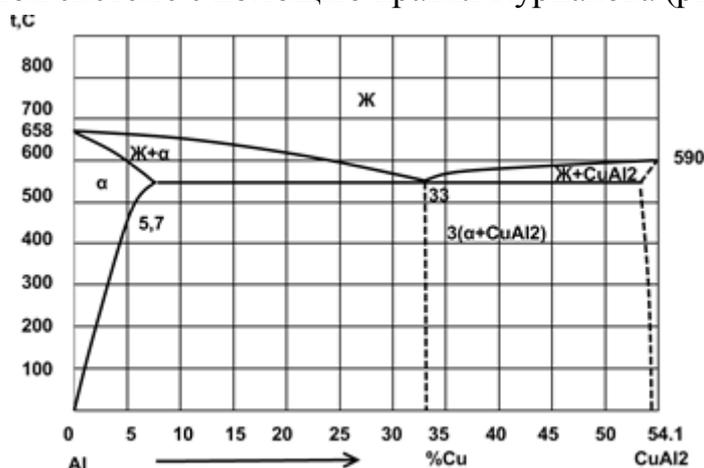

Рис. 10. Диаграмма состояния алюминий – медь (Al – Cu)
2.Вычертите диаграмму состояния системы алюминий – медь (Al – Cu). Опишите взаимодействие компонентов в жидком и твердом состояниях, укажите структурные составляющие во всех областях диаграммы состояния и объясните характер изменения свойств сплавов в данной системе с помощью правил Курнакова (рис. 10).